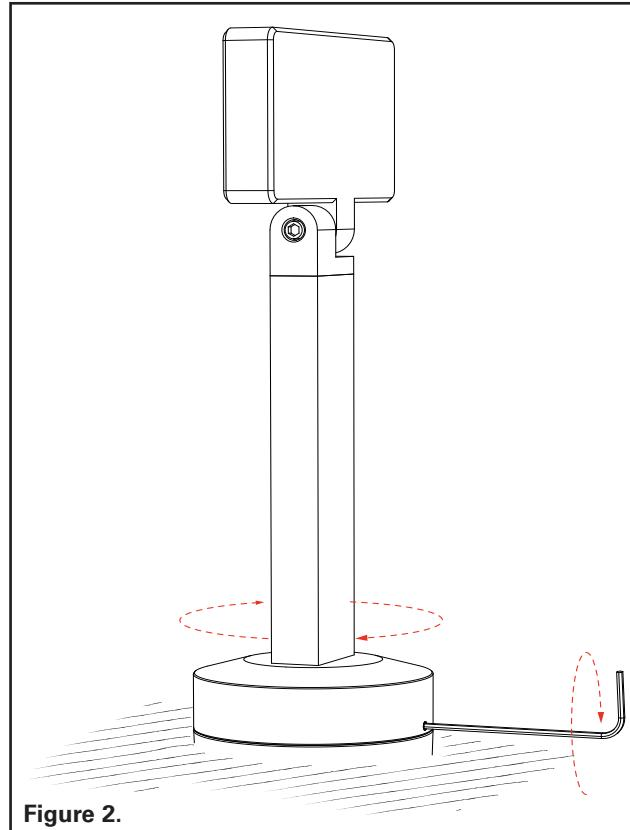

Figure 2.
2. For horizontal aiming, loosen and back out the two (2) rotation lock 6-32 set screws using a 5/64" allen key (provided by others). Adjust the fixture horizontal aiming by rotating the fixture base cap. Then tighten the rotation lock set screws to keep location. (Figure 2).
2. Pour l'orientation horizontale, desserrez et retirez les deux (2) vis d'ajustement de rotation 6-32 à l'aide d'une clé hexagonale de 1,98 cm (5/64 po) (non fournie). Réglez l'orientation horizontale du luminaire en faisant tourner le couvercle de la base du luminaire. Serrez ensuite les vis d'ajustement de rotation pour maintenir l'élément en place. (Figure 2.)